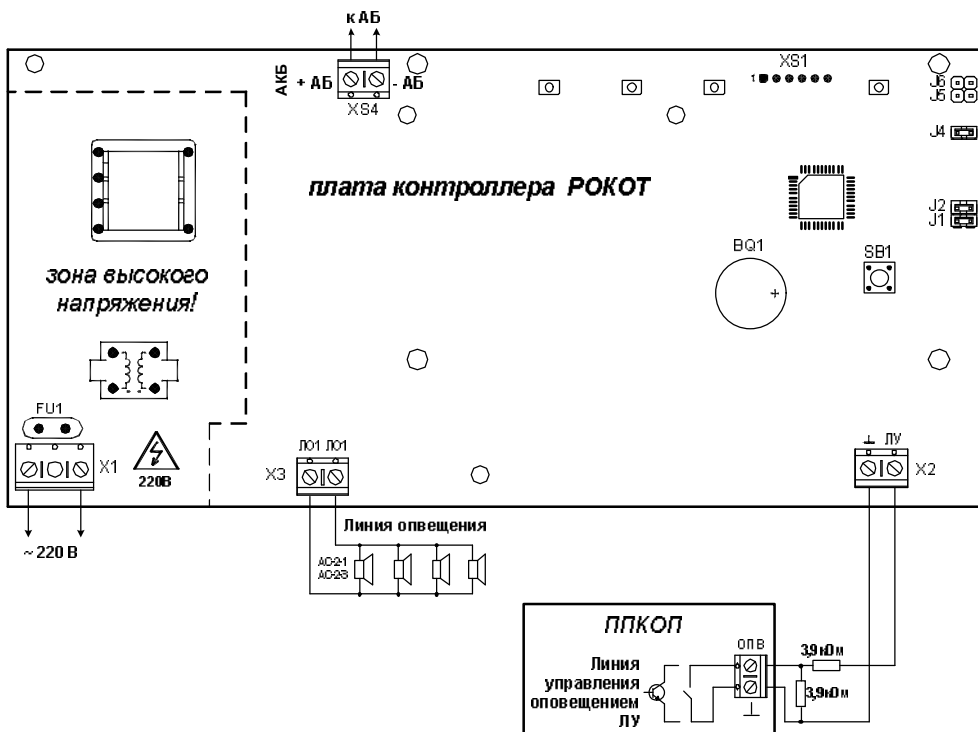

Рис. 1 Схема внешних подключений прибора «Рокот»
Вход в режим возможен из дежурного режима при длительном (более 4 секунд) нажатии кнопки «ТЕСТ». Для защиты от несанкционированного доступа посторонних лиц предусмотрена блокировка кнопки «ТЕСТ» с помощью перемычки J1, размещенной на плате контроллера прибора (см. рис. 1). При замкнутой перемычке J1 переход в тестовый режим заблокирован.
**ВНИМАНИЕ!** На плате контроллера прибора на участке, показанном на рис. 1 штриховой линией присутствует напряжение ~220 В.
В источнике питания прибора используется самовосстанавливающийся предохранитель FU1 (рис.1).
Схема подключения к прибору ЛО и АС приведена на рис. 1 раздела 10.
Переключки, позволяющие выбрать тактики использования линий управления и оповещения, установлены на плате контроллера прибора (см. рис.1) и доступны после вскрытия его корпуса.
- К клеммам «220В» платы прибора подсоедините кабель сетевого питания (см. рис.1). Подключите прибор к сети ~220 В 50 Гц. Индикатор «Сеть/Резерв» должен загореться зеленым цветом.